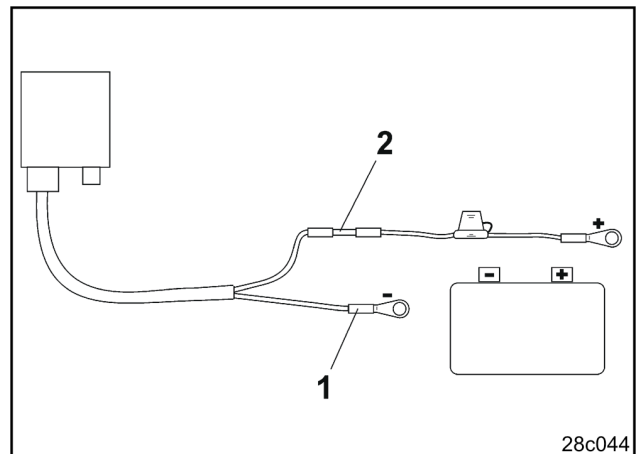

Fig. 6
- blaue Kabelader (Masse) in loser Ringzunge einführen (Fig. 6/1).
- braune Kabelader (+ 12 Volt) in freies Ende vom Stoßverbinder (Fig. 6/2) einführen
- Stoßverbinder (Fig. 6/2) mit Wärmequelle (Feuerzeug oder Heißluftfön) einschrumpfen bis der Kleber austritt